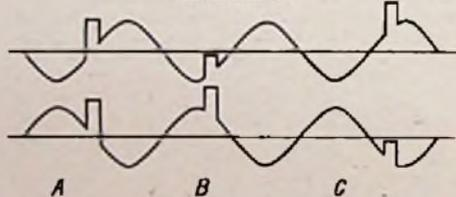

Bild 12. Wirkungweise der Schaltung nach Bild 11; zwei um 180° phasenverschobene Sinusspannungen werden mit dem Synchronisierimpuls verglichen
Mittels des Übertragers T werden die um 180° verschobenen Sinusspannungen erzeugt, an die Dioden gelegt und der Mitte des Übertragers T der Synchronisierimpuls zugeleitet. Der Punkt A erhält eine negative Vorspannung, die den richtigen Arbeitspunkt für die Phasenschleiberröhre 2 einstellt. Am Punkt B wird die Regelspannung abgenommen. Diese ist gleich Null, wenn der Impuls nach Bild 12 bei A auf der Flankenmitte der Sinusspannung steht. Die gleichgerichteten Teilspannungen der Dioden heben sich dann auf.
Wandern die Synchronisierzeichen in Bild 12 von der Mitte zur linken Seite (B), so entsteht eine positive Regelspannung, während Impulse, die nach rechts wandern, eine negative Regelspannung erzeugen (C). Wenn die Frequenz der Synchronisierzeichen kleiner ist als die des Resonanzkreises, so erscheint eine positive Spannung am Gitter der Phasenschleiberröhre. Sie steuert die Frequenz des Schwingkreises zu kleineren Werten; dadurch werden der Frequenzunterschied und die Regelspannung geringer, bis es zu einem Gleichgewichtszustand kommt. Umgekehrt tritt auch eine Regelung ein, wenn die Oszillatordrehzahl sich verändert.